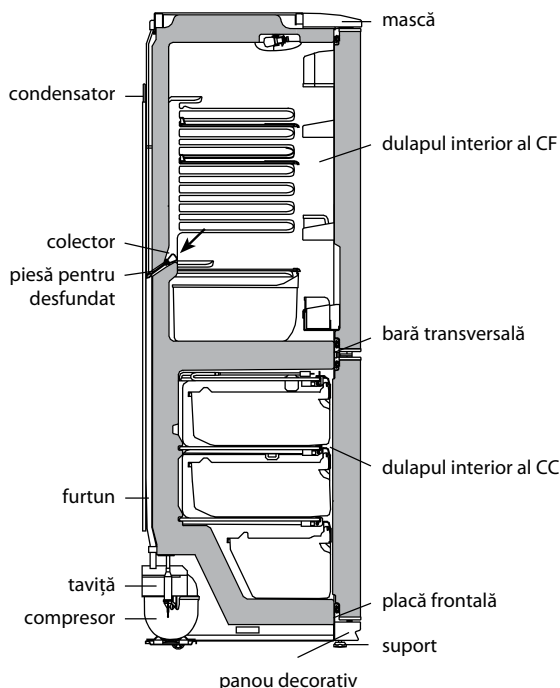

Figura 4 – Schema scurgerii apei rezultate în urma topirii din CF
2.2.1 În CF se folosește un sistem automat de dezghețare. Bruma, care apare pe perețele din spate al CF, după deconectarea compresorului care lucrează în ciclu, se topește și se transformă în picături de apă. Picăturile de apă rezultată în urma topirii se scurg în colector, apoi prin gaura acestuia și prin furtun – în tavița de pe compresor, în conformitate cu figura 4 și se evaporă. Gaura colectorului este dotată cu o piesă pentru prevenirea înfundării sistemului de drenaj.
Prezența apei în colector indică înfundarea sistemului de drenaj. Pentru eliminarea înfundării folosiți piesa corespunzătoare și curățați gaura colectorului, astfel ca apa să se scurgă liber în taviță, apoi spălați piesa și instalați-o în conformitate cu figura 4.
SE INTERZICE să utilizați frigiderul cu sistemul de scurgere înfundat. Apa care a apărut pe fundul CF sau care a ajuns în locul de alăturare a barei transversale și a dulapului interior al CF, în conformitate cu figura 4, poate provoca coroziunea dulapului exterior al frigiderului și elementelor agregatului frigorific, defectarea izolației termice, formarea crăpăturilor dulapului interior și defecțiunea frigiderului.
SE INTERZICE să decongețați congelatorul fără utilizarea elementului pentru drenare. Apa rezultată în urma topirii care se scurge din cameră afară de elementul pentru drenare, pătrunzând în locul de alăturare a plăcii frontale la dulapul interior în conformitate cu figura 4, poate provoca coroziunea dulapului exterior al congelatorului și a elementelor agregatului frigorific, defectarea izolației termice, formarea crăpăturilor dulapului interior și defectarea dulapului frigiderului.